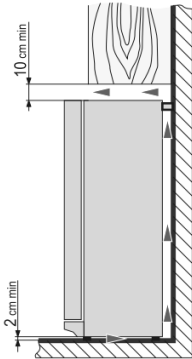

Abb. 2
- Halten Sie einen Mindestabstand von 10 cm zwischen der Oberseite des Gerätes und denen darüber befindlichen Gegenständen (z. B. Schrank). Anderenfalls steigt der Stromverbrauch an oder der Kompressor kann sich überhitzen (**Abb. 2**).